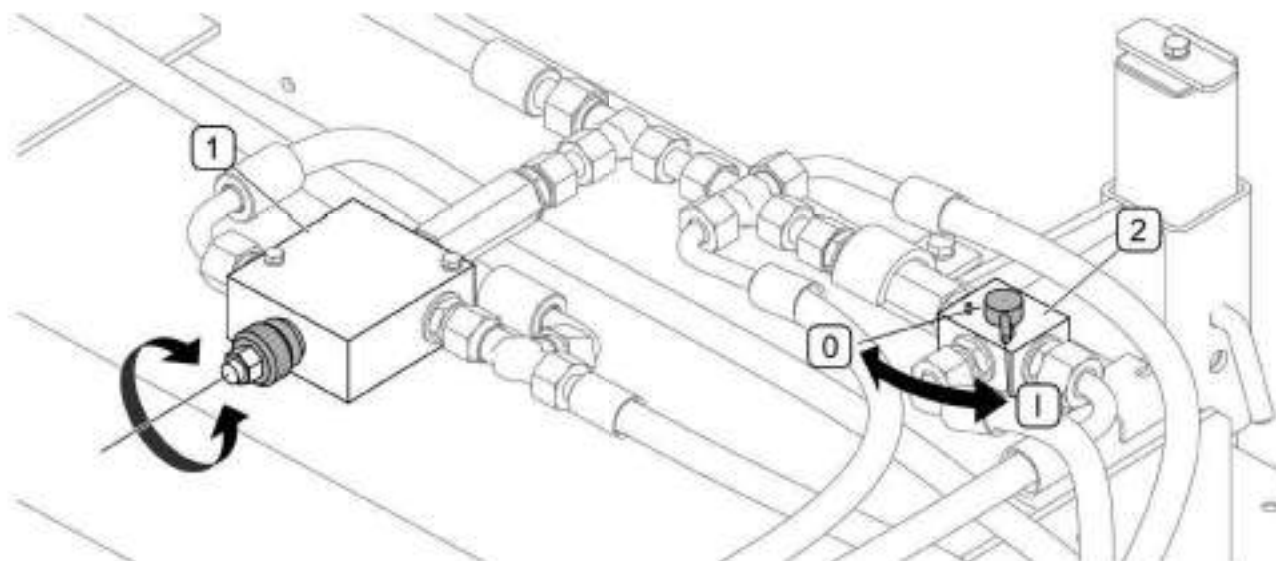

РИСУНОК 5.7А Регулятор потока и распределитель привода боковой щетки
В подметальных машинах с боковой щеткой устанавливается регулятор потока (1) (РИСУНОК 5.7А) масла, предназначенный для плавного регулирования скорости вращения боковой щетки по отношению к подметающему валу. Регулирование вращения осуществляется при помощи рукоятки.